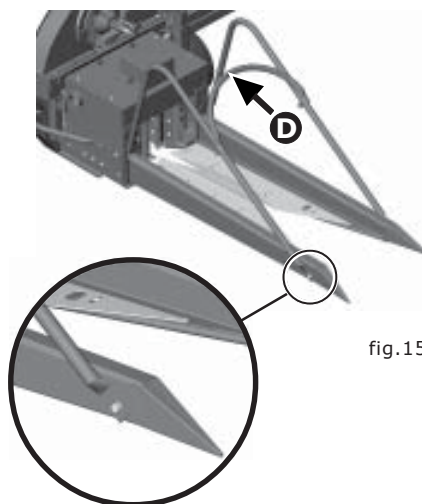

fig.15
2. Monte o tombador **D** (fig.15).